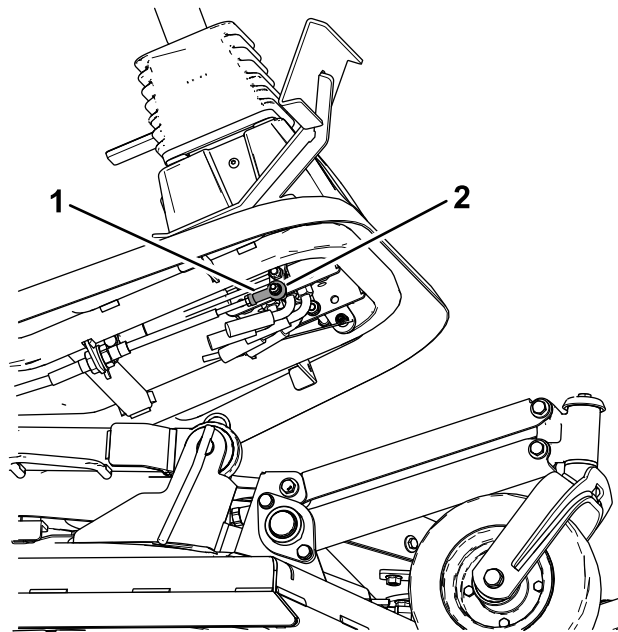

Figura 80
4. Afloje la tuerca autoblocante que fija la rótula del cable de tracción al pedal (Figura 80)
5. Retire el perno y la tuerca que fijan la rótula del cable de tracción al pedal (Figura 80)
7. Apriete la tuerca autoblocante (Figura 80) y fije la rótula al pedal de tracción con el perno y la tuerca que retiró para bloquear el ángulo del pedal.